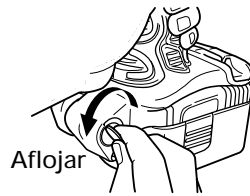

Fig. 6
**(2) Cambio de la posición del gancho****⚠ PRECAUCIÓN:**
- (a) Sujete firmemente la unidad principal y saque el tornillo usando un destornillador de cabeza ranurada o una moneda. (Fig.6)
- (c) Instale el gancho y el resorte en el otro lateral y asegure firmemente con el tornillo. (Fig.6)